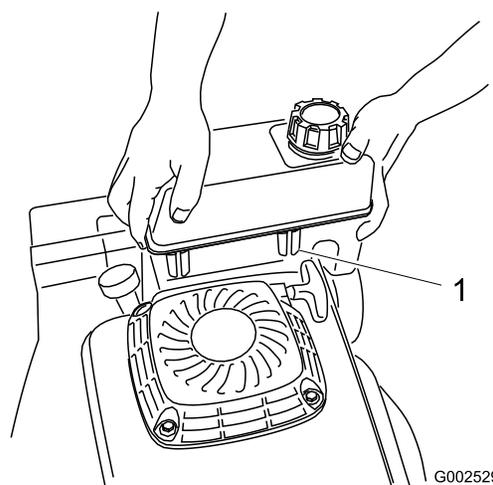

Figure 6
3. Accrochez les clips en plastique situés à l'avant du réservoir au support du réservoir (Figure 6).